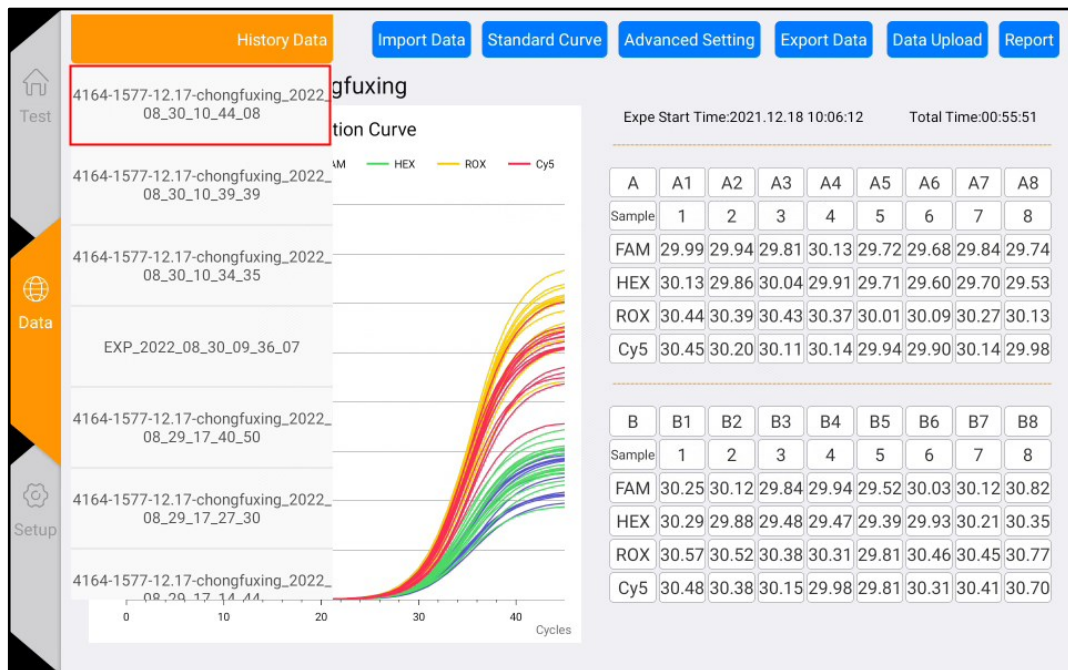

Abbildung 4-5-2 Datumsliste
- 2) Klicken Sie oben auf die Schaltfläche "History Data", um die historischen experimentellen Daten zu öffnen. Wählen Sie eine beliebige experimentelle Ergebnis aus, um die Daten anzuzeigen, wie in Abbildung 4-5-2 gezeigt.